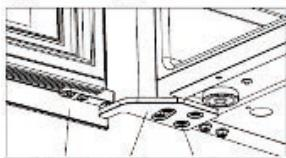

Figura 5
- Instale a dobradiça superior direita ③ e aperte bem os 16 parafusos M5\* ②.[Figura 5]